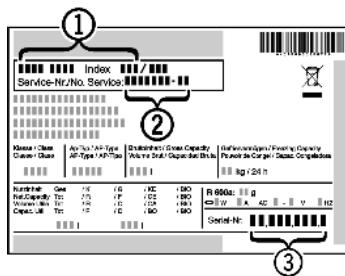

Fig. 12
- Označení přístroje Fig. 12 (1), servisní číslo Fig. 12 (2) a sériové číslo Fig. 12 (3) naleznete na typovém štítku. Identifikační typový štítek je umístěn na levé vnitřní stěně přístroje.
- Informujte zákaznický servis a sdělte poruchu, označení přístroje Fig. 12 (1), servisní číslo Fig. 12 (2) a sériové číslo Fig. 12 (3).